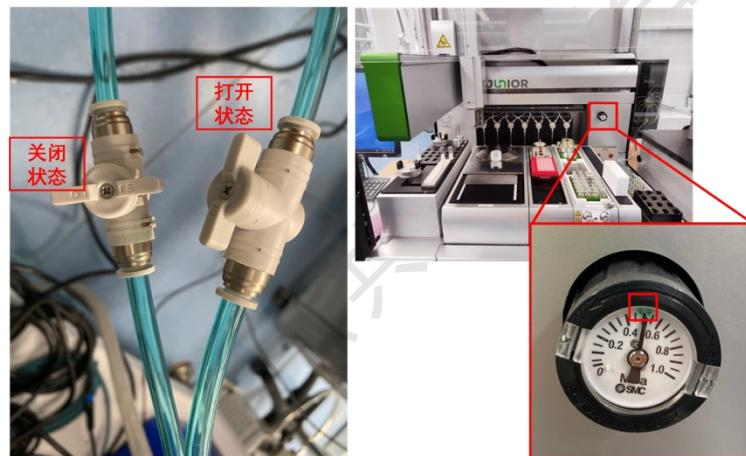

图 6-2-3
- 3) 如图 6-2-3 左, 确认仪器背面的 N2 管路连接已打开, 并核对仪器上的压力表指针在绿色区域 (约 0.5 MPa, 图 6-2-3 右);